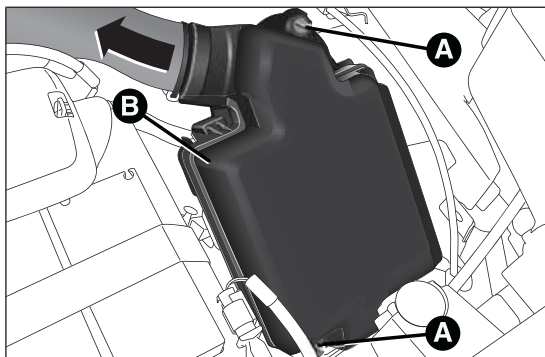

fig. 189
- ☐ svitare le due viti A fig. 189;